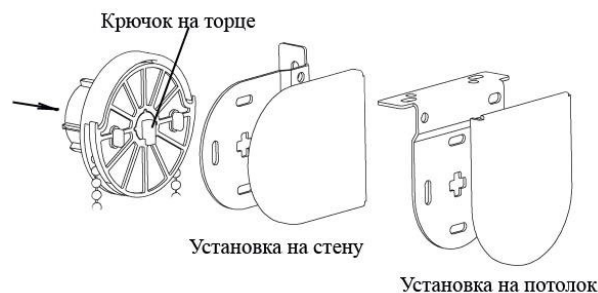

Рис.4. Установка изделия в кронштейны
4. Установить фиксатор (1) на один конец троса (2) и закрутить винт. Вставить свободный конец троса в паз кронштейна для боковой фиксации и продеть его до конца. Прodelать эту операцию со вторым тросом.
5. Продеть тросы через крышки (3) в рейке нижней с двух сторон.
- при монтаже на стену разметить предполагаемые места установки опор-кронштейнов (6) для боковой фиксации;
- при монтаже на пол/потолок разметить предполагаемые места установки опор (5) для боковой фиксации.
9. Вставить фиксаторы в крышки опор (4), крышки опор вставить в опоры.
10. Вставить трубу в кронштейн со стороны управления таким образом, чтобы крючок на торце был направлен вертикально вниз (Рис.4). Вставить изделие во второй кронштейн с другой стороны. Для модели День-ночь сначала устанавливается дальнее изделие, затем ближнее.